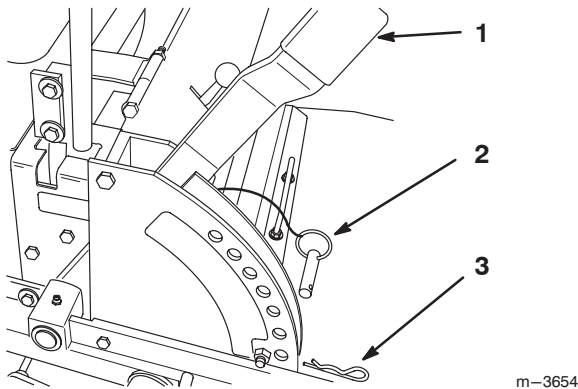

Figure 11
1. Relevez le levier de sélection de hauteur de coupe en position de transport (qui correspond aussi à la hauteur de coupe de 114 mm (4-1/2 pouces)) (Fig. 11).
2. Pour changer de hauteur de coupe, retirez la goupille fendue et l'axe de chape du support de hauteur de coupe (Fig. 11).
3. Placez l'axe de chape dans le trou du support correspondant à la hauteur de coupe voulue (Fig. 11).
4. Fixez l'axe de chape avec la goupille fendue (Fig. 11).